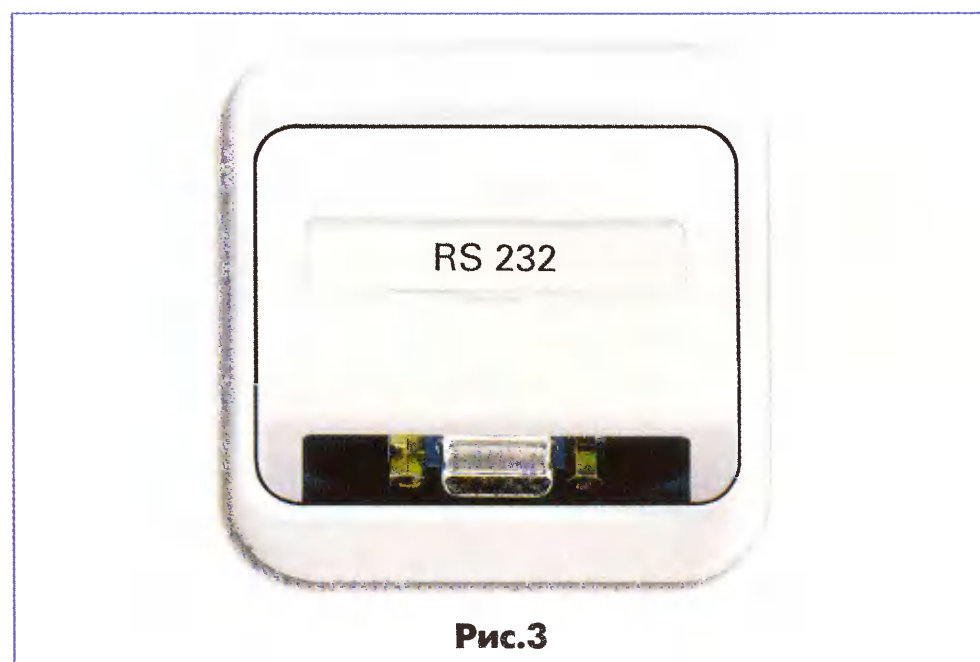

Рис.3
1. Системные устройства – блоки питания, интерфейсы RS232 (рис.3) или USB, шинные и линейные соединители.